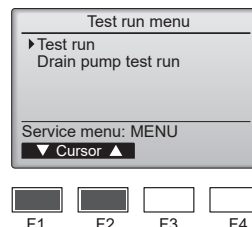

Fig. 7-4
- ④ Seleccione "Test run" (Modo prueba) con el botón [F1] o [F2], y pulse el botón [SELECT/HOLD]. (Fig. 7-4)